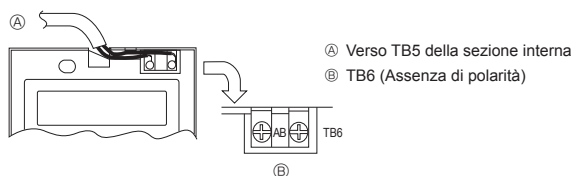

Fig. 6-5
2) Procedure di collegamento (Fig. 6-5)